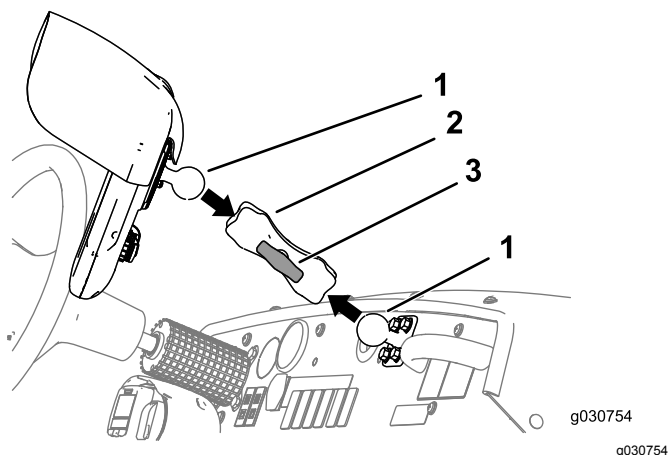

Figure 159
3. Desserrez le bouton du bras du moniteur jusqu'à ce que vous puissiez passer la rotule pour la fixation au dos du moniteur et la rotule pour le support sur la planche de bord dans le bras creux du moniteur (Figure 159).
4. Depuis le siège du conducteur (siège gauche), réglez la position du moniteur de pulvérisation de manière à voir facilement l'écran d'affichage (Figure 159).
5. Serrez le bouton du bras du moniteur à la main (Figure 159).